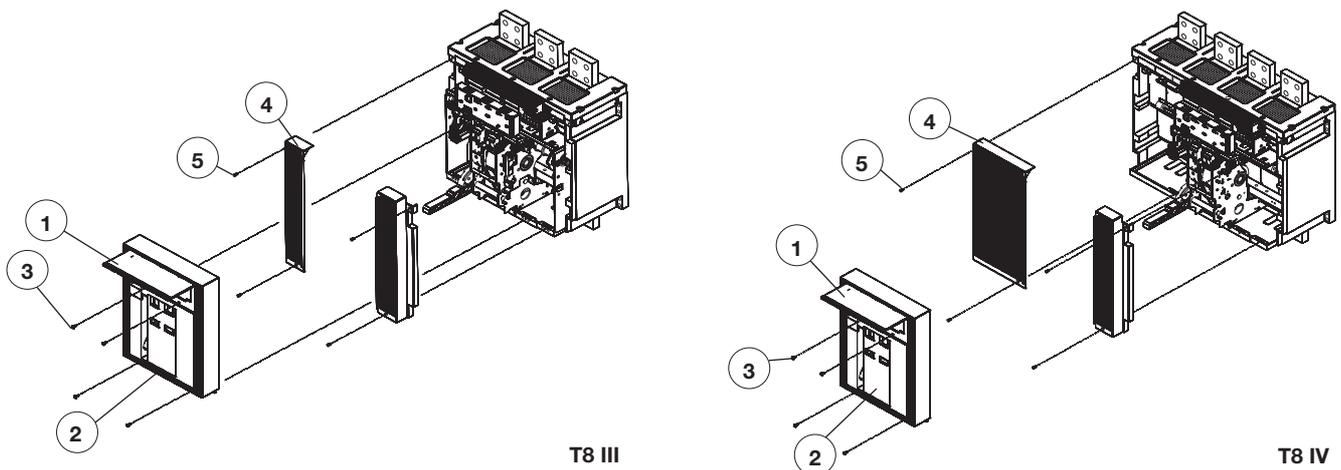

Abb. 19
- Den Abdeckrahmen (1) des Auslösers heben, wie in der Abbildung 19 gezeigt ist.
- Die frontale Bedienungsblende (2) durch Entfernen der 4 Schrauben (3) abnehmen.
- Beide seitlichen Schutzplatten (4) durch Abschrauben der frontalen Schrauben (5) entfernen.